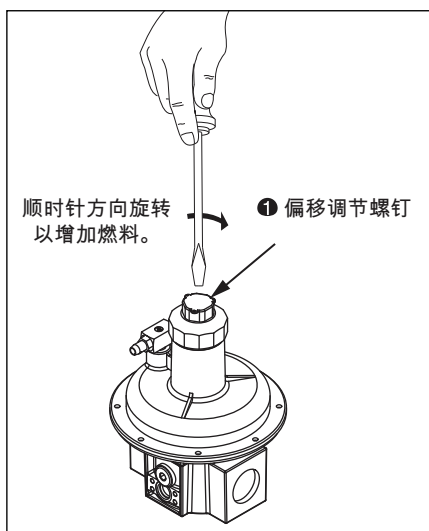

图 4.7 调整比例调节阀
1. 验证比例调节器弹簧柱上的偏压调节螺钉 ① 已从底部逆时针向上旋转三周 (360° x 3)。参见图 4.7。